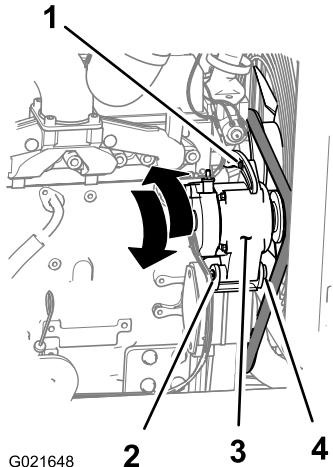

Figure 107
3. Desserrez l'écrou et le boulon au point de pivotement de l'alternateur (Figure 107).
4. Desserrez le boulon de réglage sur l'alternateur (Figure 107).
5. Éloignez l'alternateur du moteur pour accroître la tension de la courroie et rapprochez l'alternateur du moteur pour réduire la tension de la courroie (Figure 107).
6. Resserrez le boulon de réglage de l'alternateur (Figure 107).
8. Si la tension de la courroie est correcte, serrez l'écrou et le boulon au point de pivotement de l'alternateur (Figure 107); dans le cas contraire, répétez les opérations 4 à 7.